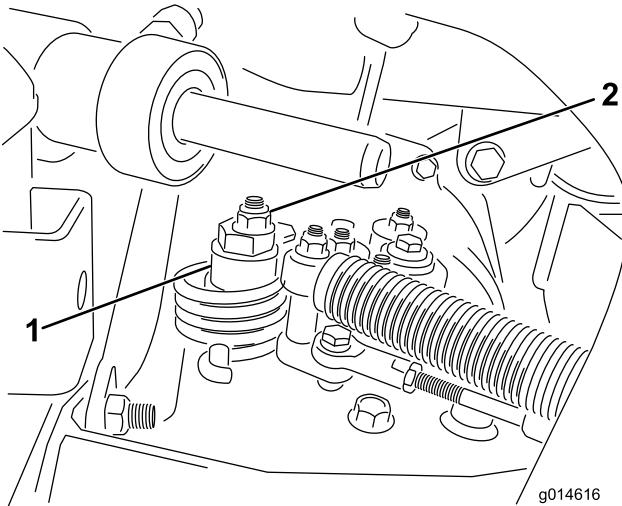

Figure 48
- A. Desserrez l'écrou de fixation de l'excentrique en haut de l'hydrostat (Figure 48).
- C. Tournez l'excentrique jusqu'à ce que la roue ne tourne plus dans aucune direction. Lorsque la route arrête de tourner, serrez l'écrou pour bloquer l'excentrique et le réglage (Figure 48). Vérifiez le réglage avec la commande d'accélérateur en position bas régime, puis haut régime.